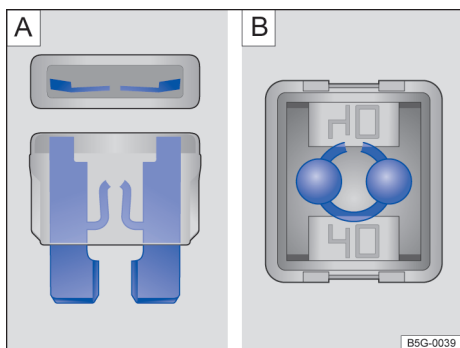

Fig. 178 Fusível queimado: **A**) fusível plano, **B**) fusível de bloqueio.
- Um *fusível plano* (ATO®, MINI®) queimado é reconhecido de cima ou de lado pela carcaça transparente nas faixas metálicas derretidas → Fig. 178 **A**).
- Um *fusível de bloqueio* (JCASE®) queimado é reconhecido pelas faixas metálicas derretidas por cima da carcaça transparente → Fig. 178 **B**).